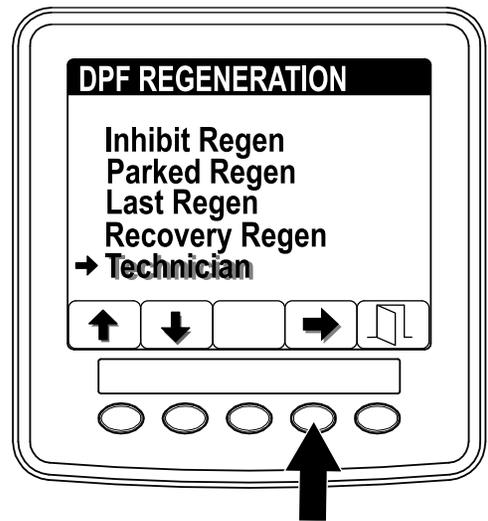

Figura 7
2. Premete il pulsante 4 per selezionare la voce Technician (Figura 7).
1. Accedete al menu DPF Regeneration e premete i pulsanti 1 o 2 per far scorrere il menu verso il basso fino all'opzione TECHNICIAN (Figura 7).